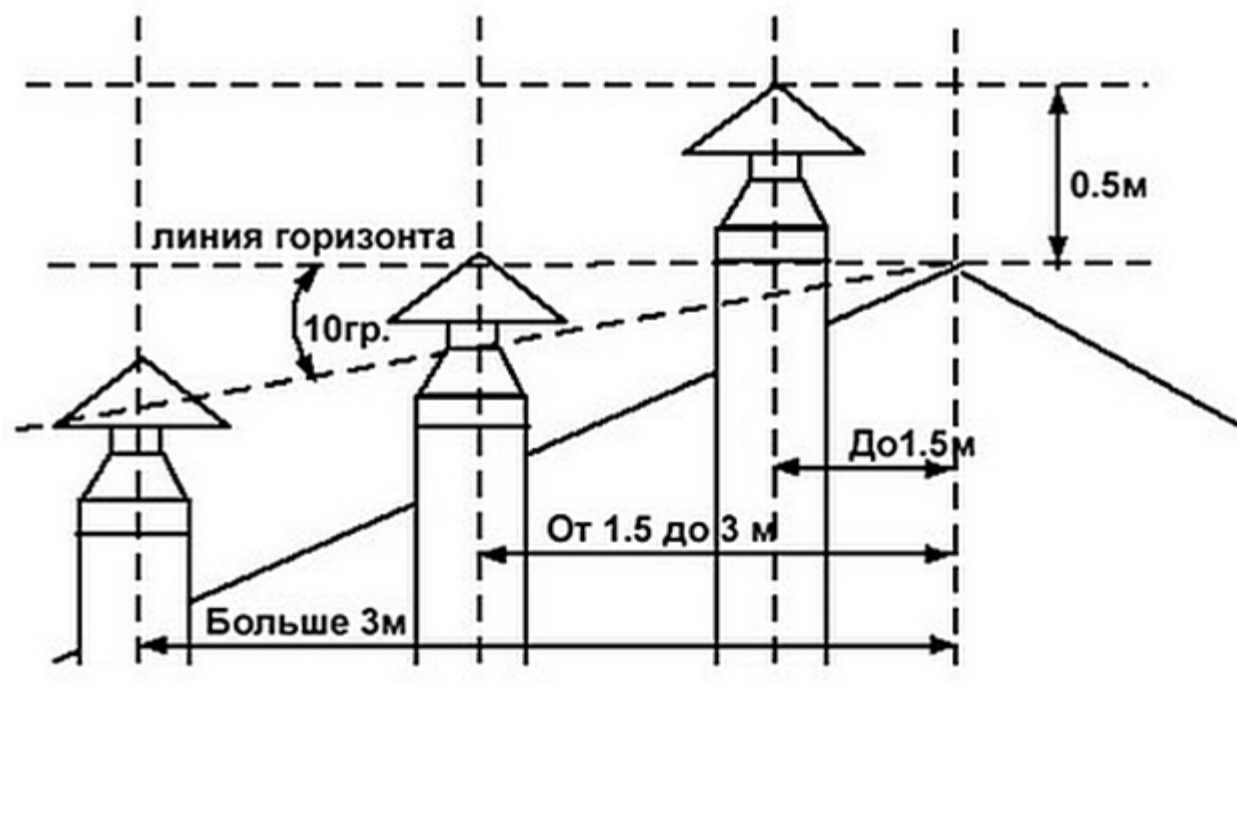

Рисунок 11 — Схема размещения дымоходов.
9.3.4 Высоту дымохода можно рассчитать, используя рисунок 11.